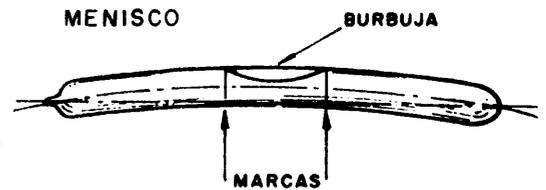

Fig. 1
- a) *El menisco:* es un tubo curvo construido en material transparente, lleno de agua u otro líquido con una burbuja de aire. En la parte superior del tubo se han hecho dos marcas, equidistantes del centro del mismo y con una separación igual a la longitud de la burbuja (fig. 1).